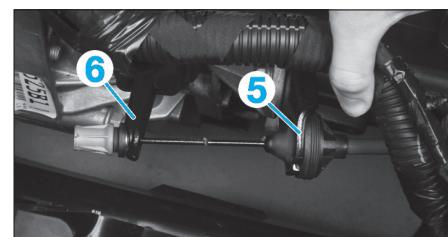

Fig. 14
- Déposer (Fig.14) :
- le câble de commande d'embrayage de l'arrêt de gaine (5),
- le câble de commande d'embrayage de la fourchette d'embrayage (6).